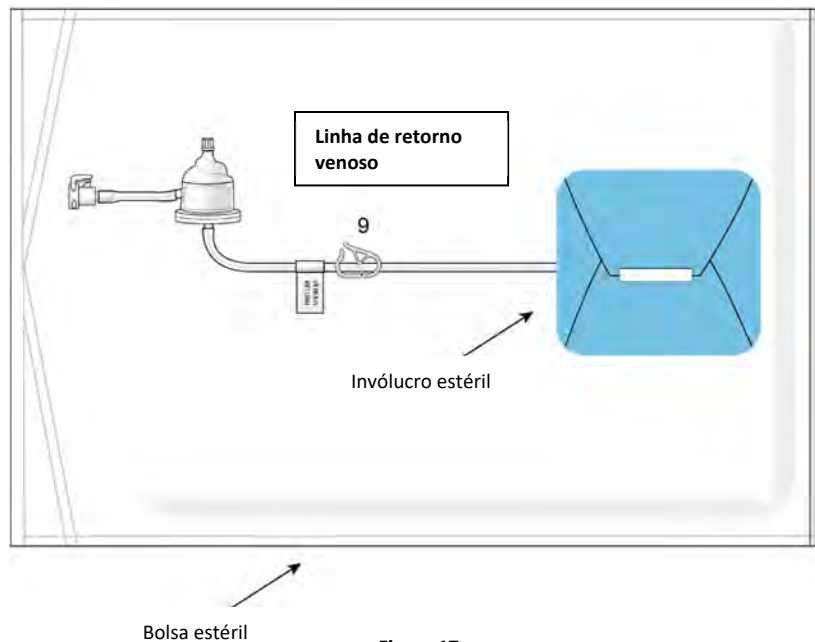

Figura 17
- (b) Permita que o soro fisiológico normal heparinizado passe através dos filtros e saia pela “Linha de enchimento/irrigação” durante aproximadamente seis (6) minutos ou até o filtro parecer estar isento de gás (preto sólido). Assim que parecer que todo o gás foi desalojado, bata com suavidade para encorajar quaisquer bolhas de gás aprisionado a subir, vire o cartucho dentro do compartimento para visualizar e ter acesso ao filtro completo. Bata apenas nas laterais do cartucho (não bata nas tampas das extremidades ou nos engates de ligação rápida).
- (c) Quando os cartuchos do filtro estiverem isentos de gás, irrigue com seis (6) litros adicionais de soro fisiológico normal heparinizado (3 l/cartucho).
- (b) Abra a bolsa estéril de retorno venoso e retire a linha de retorno venoso e o borbulhador integrado (Figura 17).